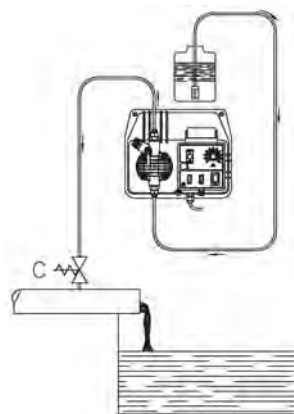

Fig. 6
- Ubique la bomba como se muestra en la figura 5 teniendo presente que puede fijarse tanto por debajo como por encima del nivel del líquido que se va a dosificar con un límite máximo de 2 metros. El punto de inyección debe colocarse siempre por encima del líquido que se va a inyectar. No instale la bomba directamente en el tanque ya que algunos aditivos generan vapores que pueden estropear el aparato. Para una correcta instalación, véase la fig. 12. Si la instalación por tratar funciona con presión atmosférica (aditivación con descarga libre) y el tanque del aditivo debe colocarse obligatoriamente por encima del punto de inyección (Fig. 6), controle periódicamente el funcionamiento correcto de la válvula de inyección, ya que un desgaste excesivo podría provocar la introducción del aditivo en la instalación por caída (incluso con el aparato apagado). Si el problema persiste, introduzca una **válvula de contrapresión C** debidamente calibrada entre la bomba dosificadora y el punto de inyección (Fig. 6). Para líquidos que liberan exhalaciones agresivas, no instale la bomba sobre el tanque a menos que dicho tanque esté cerrado herméticamente.